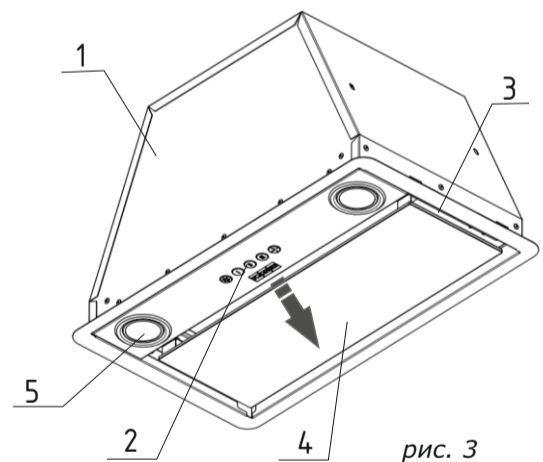
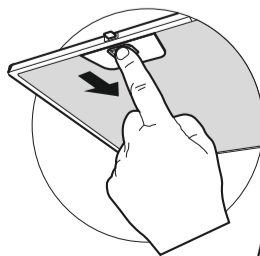

рис. 3
рис. 4
- Снимите алюминиевый фильтр: предварительно откройте стеклянную откидную панель, потянув ее вниз (по стрелке рис.3), а затем нажмите на пружинный замок на фильтре и потяните его вниз и на себя (рис. 4).
8.3 Для очистки алюминиевого фильтра извлеките его из вытяжки (рис. 4) и произведите его очистку с помощью щетки горячим водным раствором моющего средства вручную или в посудомоечной машине при (60°C). Старайтесь не гнуть фильтры при мойке. Возможное изменение цвета фильтра, с течением времени, не приводит к снижению эффективности его действия. Сильно загрязненный фильтр не следует мыть в посудомоечной машине.